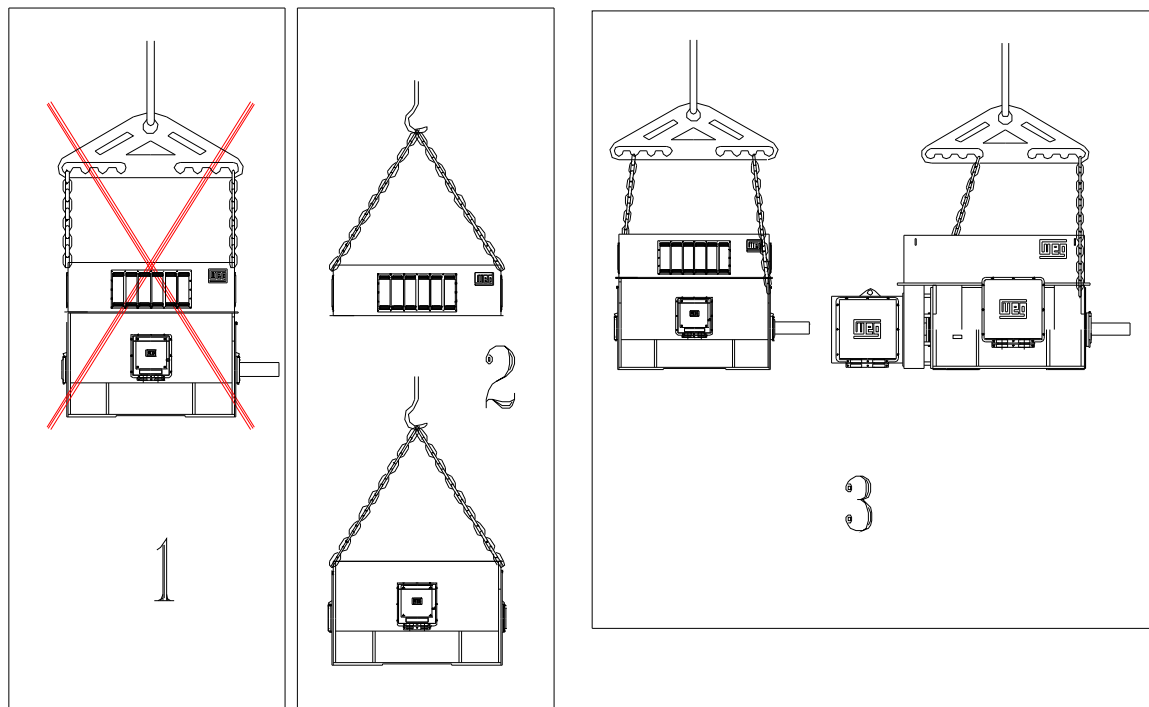

Figure 3.1: Maintenance des moteurs
3. Au cas où le centre de gravité ne se trouve pas parfaitement au centre des œillets de levage, utiliser une des méthodes indiquées au point 3 de la Figure 3.1.